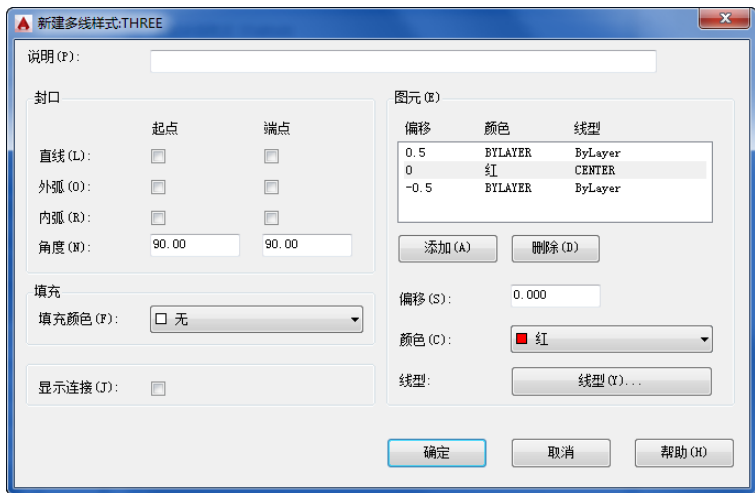

图 3-8 “新建多线样式：THREE”对话框
(2) 单击“继续”按钮，打开如图3-8 所示的“新建多线样式：THREE”对话框。